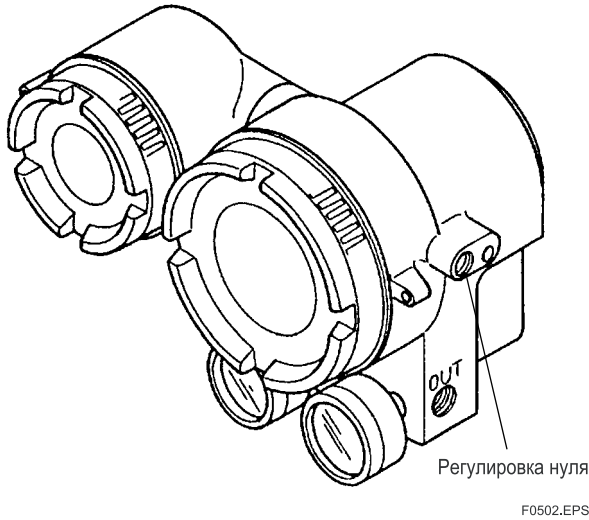

Рисунок 5.2 Механизм регулировки точки нуля
- Выполните регулировку точки нуля таким образом, чтобы выходное давление воздуха достигло заданного давления. Выходное давление воздуха смотрите на шильдике прибора или в Таблице 5.2 «Выходные сигналы». Для увеличения выходного давления воздуха поверните винт регулировки нуля по часовой стрелке. Для уменьшения давления поверните его против часовой стрелки (Смотрите Рисунок 5.2). Для модели реверсного действия (/RA) для увеличения выходного давления воздуха поверните винт регулировки нуля против часовой стрелки. Для уменьшения выходного давления воздуха поверните винт регулировки нуля по часовой стрелке.